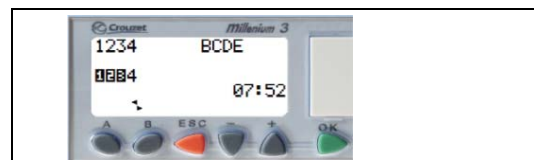

Fig. 11-18 : Anzeige bei Nichtverwendung des Regulierungsmodus
- Bildschirm der Ein- und Ausgänge "Fig. 11-18 :"